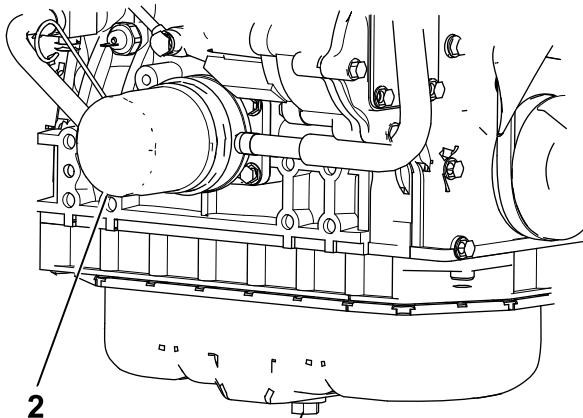

Bild 66
1. Entfernen Sie die Ablassschraube (Bild 66) und lassen Sie das Öl in die Auffangwanne ab. Schrauben Sie die Ablassschraube wieder ein, nachdem das Öl abgelaufen ist.
- Entfernen Sie den Ölfilter (Bild 66). Ölen Sie die neue Dichtung am Ölfilter leicht mit frischem Öl ein, bevor Sie den Filter eindrehen. **Ziehen Sie nicht zu fest.**